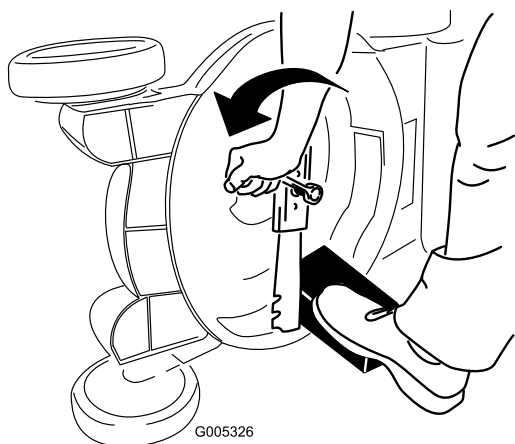

Figura 46
3. Usate un blocco di legno per tenere ferma la lama (Figura 46).
4. Togliete la lama e conservate la bulloneria di montaggio (Figura 46).